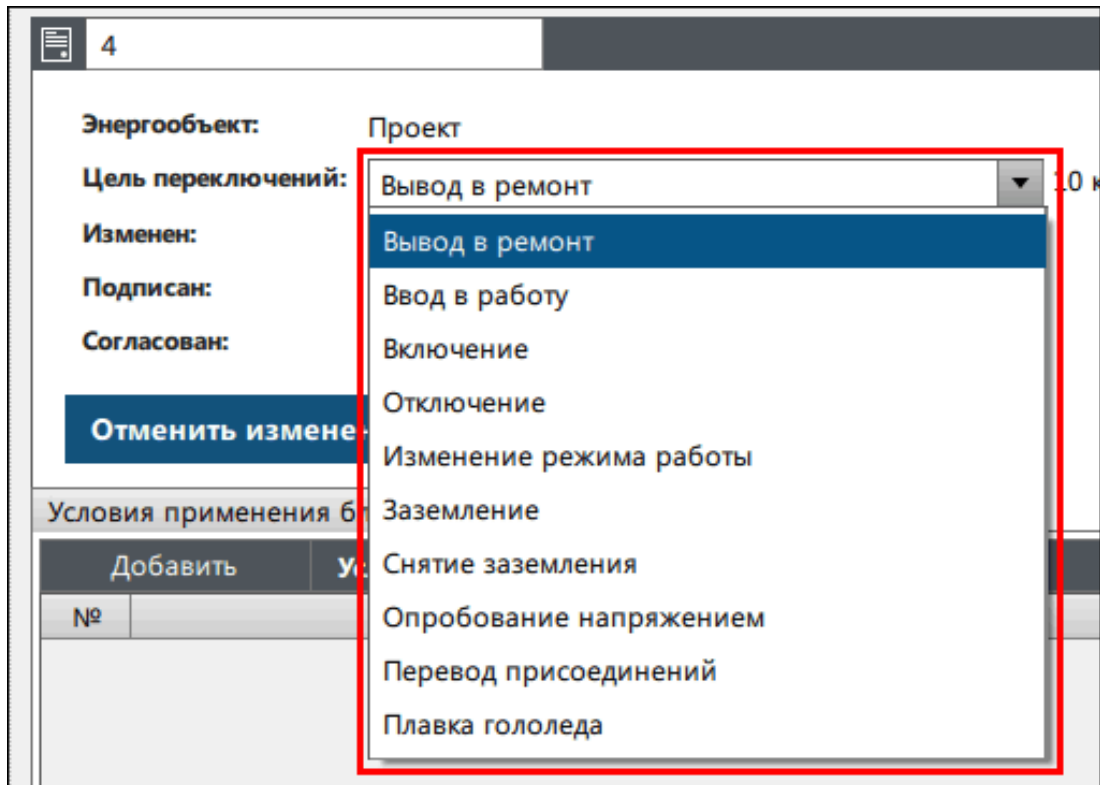

Рисунок 118 - Цель переключений
2. Выберите цель переключений из выпадающего списка (Рисунок 118).